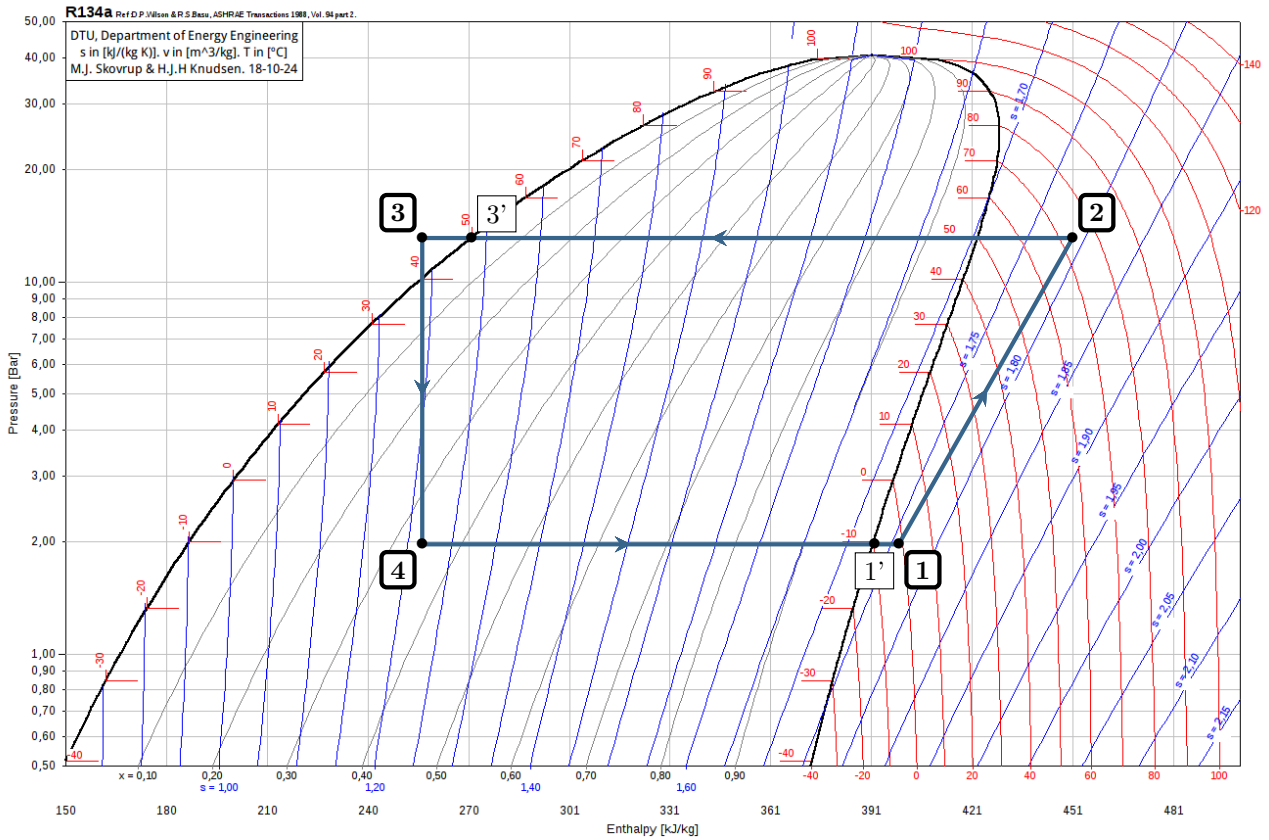

Figure 2 – Cycle de la PAC représenté dans le diagramme des frigoristes du R134a.
15.6 - Une pompe à chaleur est constitué de quatre composants thermodynamiques : un compresseur, un détendeur, un évaporateur et un condenseur. La figure 2 représente son cycle dans le diagrammes des frigoristes.